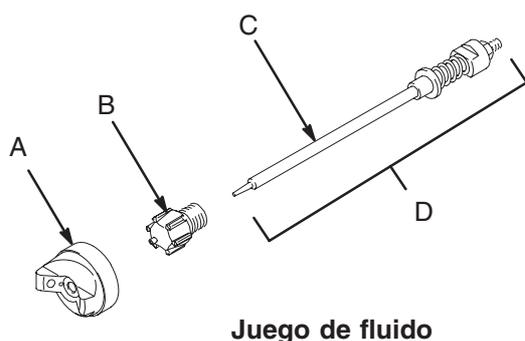

Fig. 11
Utilice este cuadro para determinar el juego de fluido adecuado a una aplicación específica con pistola Contractor. Vea la Fig. 11.
Utilice este cuadro para determinar el juego de fluido adecuado para una aplicación de la industria del automóvil determinada. Vea la Fig. 11.
Los juegos de fluido completos (A), incluyen un casquillo de aire (B) y un conjunto de aguja (D). Vea la Fig. 11.